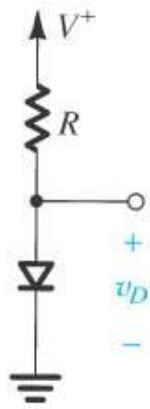

Figura 4. Figura 3.18 del texto [5].
6. Esta tarea está dedicada a medir la resistencia en pequeñas señales del diodo. Se pide al estudiante armar el circuito mostrado en la figura 4. Este circuito es una versión a escala del circuito mostrado en la figura 3.18a del texto [5]. La fuente de tensión V^+ tiene un valor dc de 2.5 V sobre el cual se sobrepone una señal sinusoidal de 60Hz con amplitud de 0.25 V. Esta fuente de tensión se consigue en el laboratorio ajustando el generador de señal con un valor de offset de 0.25 V y una amplitud sinusoidal de 2.5 V a 60 Hz. R tiene un valor de 2.5 k Ω (aproximadamente).